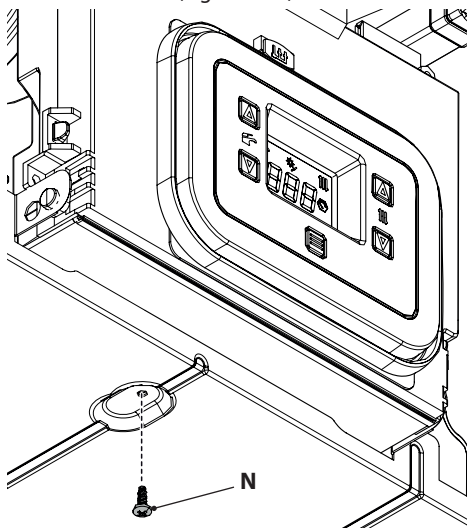

Figura 5.25
- Svitare la vite **N** (Figura 5.25).